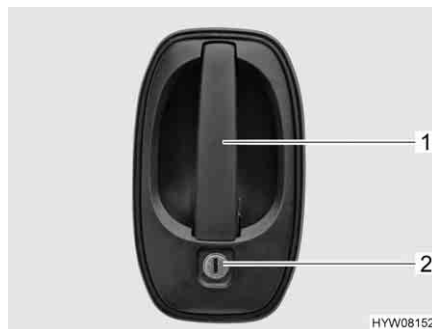

Fig. 19 Serratura della porta di ingresso, lato esterno
- Apertura:** ■ Inserire la chiave nel cilindro della serratura (Fig. 19,2) e ruotare fino a quando la serratura della porta si sblocca.
- Tirare la maniglia della porta (Fig. 19,1). La porta è aperta.
- Bloccaggio:** ■ Inserire la chiave nel cilindro della serratura (Fig. 19,2) e ruotare fino a quando la serratura della porta si blocca.